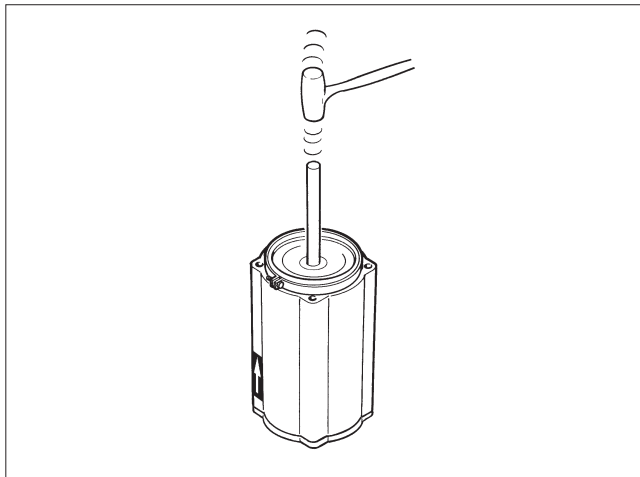

图.19 将活塞放入气缸中
- 用锤子或压力机将活塞通过锁紧环压入气缸。注意指示器箭头方向。参见图 19。
- 安装新的气缸底座 O 型圈 (19)。用活塞更换气缸。
- 在安装到气缸底座前，在轴承单元螺钉 (29) 的螺纹上涂抹密封剂（例如 Loctite 225），并按表 2 拧紧螺钉。